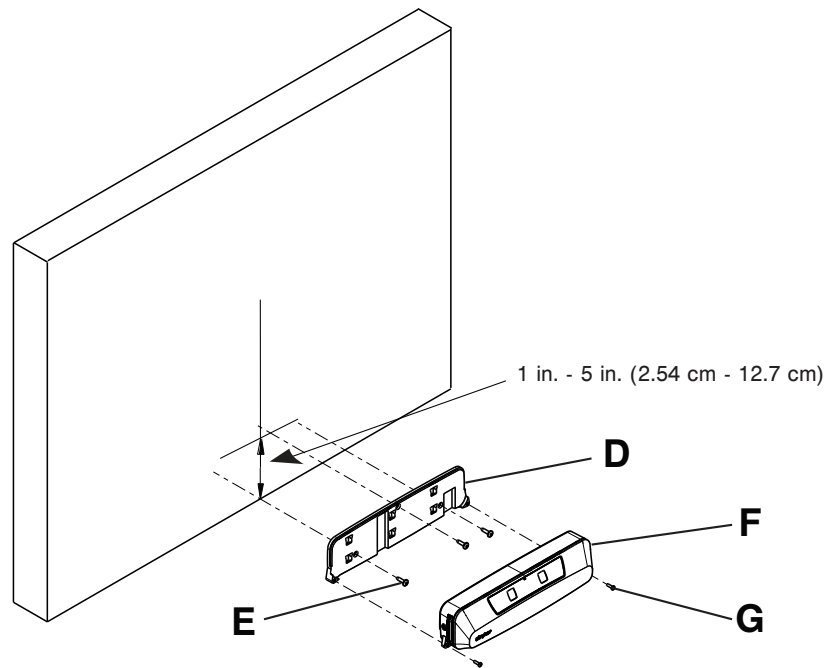

图 3 – 安装规格
5. 使用卷尺和铅笔，在病床位置的预期中心处做上标记 (垂直线) (图 3)。
6. 使安装板对准第 5 步标示的垂直线，安装板安装后其底部与地面的最大距离为 1 英寸 (2.54 厘米) (图 3)。
7. 在安装板 (D) 底部使用水平仪，确保将安装板 (D) 放置在步骤 5 和 6 中所做的参考标记处时，安装板 (D) 的底部是水平的 (图 3)。
8. 用铅笔标出安装板 (D) 的三个螺孔。
9. 使用适当的工具和医院提供的紧固件 (E, 不包括在内)，将安装板 (D) 固定到墙上 (图 3)。
10. 将 Secure Connect (F) 贴附到安装板 (D) 上 (图 3)。
11. 使用 2 号十字螺丝刀和两个提供的螺钉 (700001126359) (G) 将 Secure Connect (F) 固定到安装板 (D) 上 (图 3)。